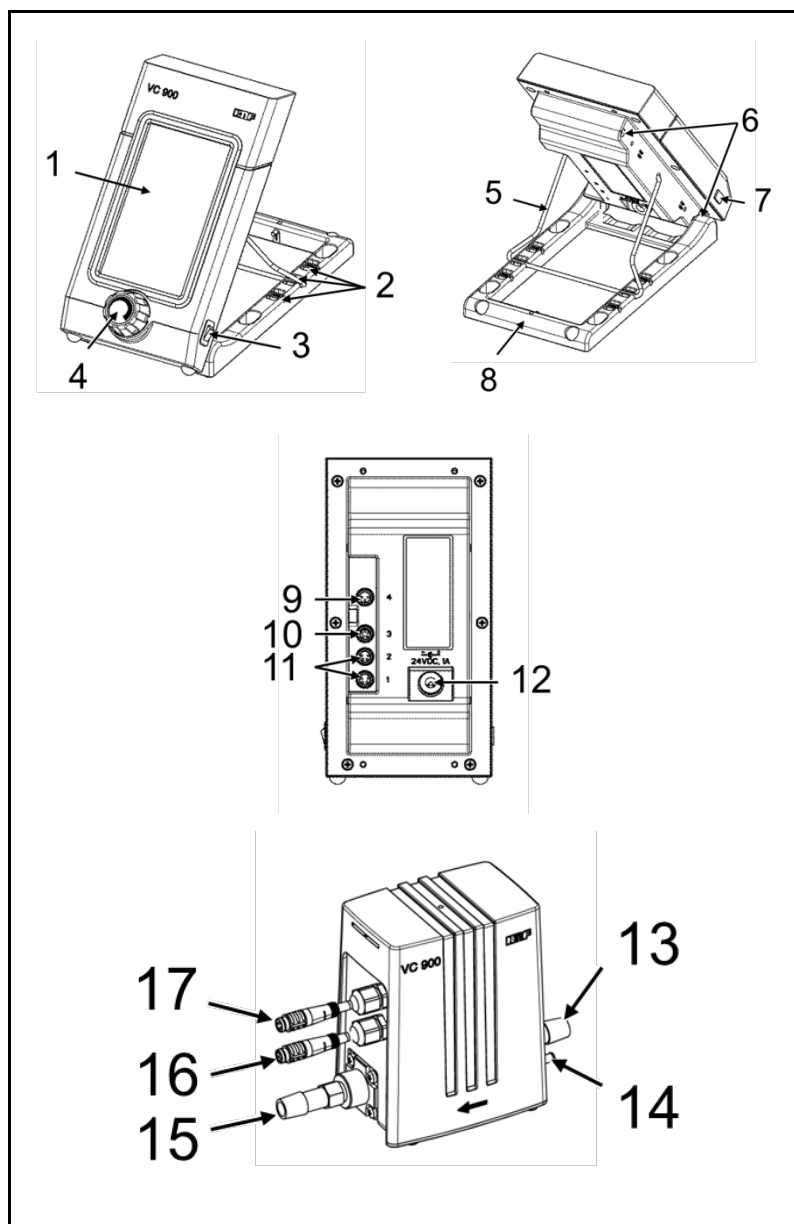

Fig. 1 : Contrôleur de vide VC 900
Ventiler le VC 900	<p>S'assurer qu'aucun mélange réactif ou explosif ne peut se produire en cas de décharge du VC 900 par apport d'air ou bien d'un gaz inerte. La pression de service maximale admissible sur le raccord de décharge (Fig. 1/14, page 13) est de 0,1 bar rel.</p>
Vous pouvez utiliser le contrôleur de vide soit via l'afficheur à écran tactile et le bouton rotatif/bouton pression (Fig. 1/1 et 4, page 13), soit via un PC. Pour l'utilisation via un PC, utilisez l'interface Mini-USB (7).
L'angle d'inclinaison du contrôleur de vide peut être réglé par positionnement du pied et de l'étrier en fil (possibilités de fixation voir Fig. 1/2).
1. Connectez le récipient et la source de vide aux embouts cannelés de l'unité de régulation (Fig. 1/13 et 15, page 13).
Connectez l'alimentation en gaz inerte au raccord de décharge (Fig. 1/14, page 13). Respectez alors les consignes de sécurité correspondantes dans le chapitre 3.
(Fig. 1/17, page 13) à la prise 3 pôles sur le côté arrière du contrôleur de vide (Fig. 1/9, page 13).
4. Raccordez le câble de connexion pour les vannes (Fig. 1/16, page 13) à une des prises 4 pôles sur le côté arrière du contrôleur de vide (Fig. 1/11, page 13).
Utiliser le câble de raccordement (accessoire) pour connecter la pompe KNF compatible avec le contrôleur de vide VC 900 (Fig. 1/10).
6. Reliez le bloc secteur au contrôleur de vide (Fig. 1/12, page 13) et enfoncez-le dans une prise de courant de sécurité correctement installée.
<ul style="list-style-type: none"> ▪ Tous les tuyaux sont correctement raccordés ▪ Les données de l'alimentation électrique concordent avec les indications de l'étiquette signalétique du contrôleur de vide ▪ Contrôleur de vide à température ambiante ▪ Aucun mélange réactif, explosif ou dangereux d'une autre manière ne peut se produire en cas de décharge du contrôleur de vide par le raccordement pour gaz inerte (Fig. 1/14, page 13) (le cas échéant utiliser du gaz inerte)
→ Mettre en marche le contrôleur de vide avec l'interrupteur I/O (voir Fig. 1/3, page 13).
→ Arrêter le contrôleur de vide sur l'interrupteur I/O (voir Fig. 1/3, page 13).